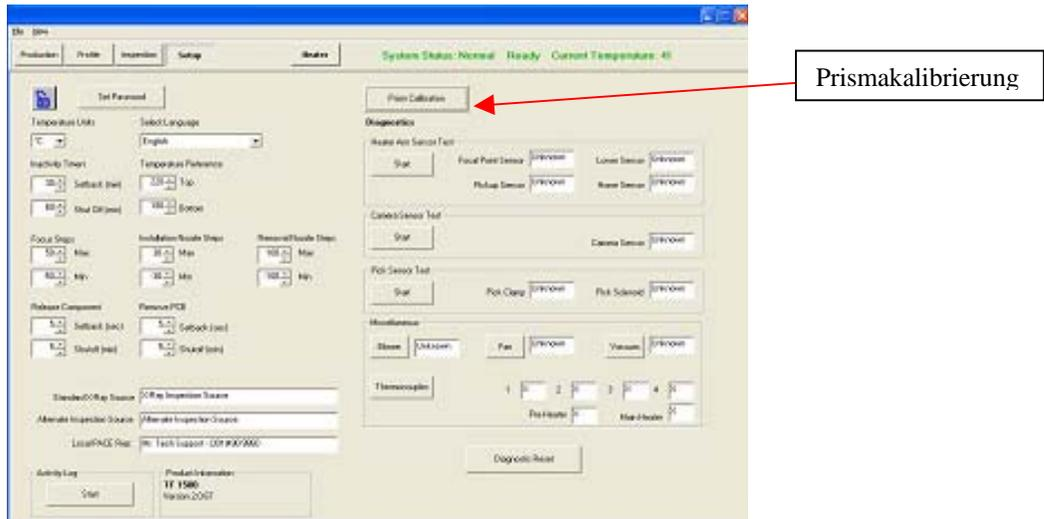

Abbildung 9
1. Wählen Sie den Einrichtungsbildschirm. (Abbildung 9)